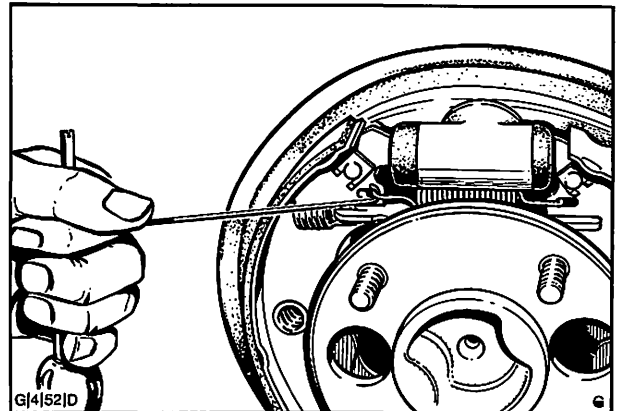

Abb. 34 Rückzugfedern aushängen
3. Beide Bremsbacken-Rückzugfedern aushängen, dazu einen kurzen 1,5 mm Ø Draht benutzen. Ein Drahtende zu einem engen Haken biegen und das andere an einem geeigneten Griff befestigen. Abb. 34.